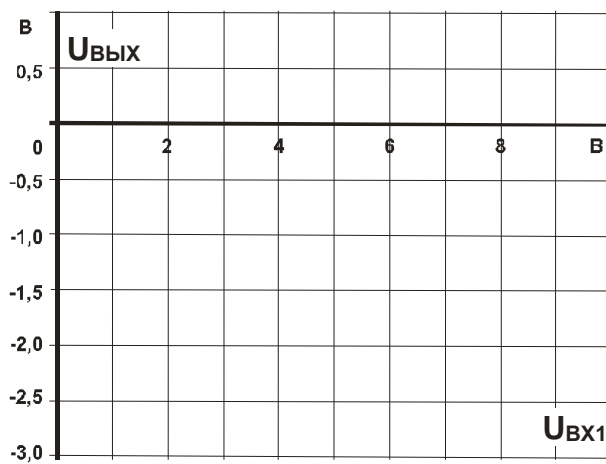

Рис. 8.3.4.
- Повторите все измерения для  $R_{ВХ1} = R_{ВХ2} = 4,7 \text{ кОм}$ , занесите результаты измерений в таблицу 8.3.2 и постройте зависимости на графике (рис. 8.3.4).